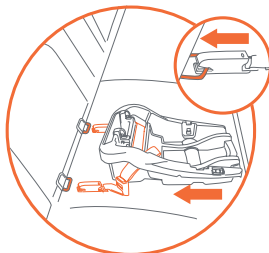

Fig. 51-2
4. Retire los conectores **LATCH** a presión de sus posiciones de almacenamiento dentro de la base (Fig. 51-1). Coloque la base apuntando hacia atrás en un asiento del vehículo que apunte hacia delante como se indica en (Fig. 51-2). **El niño debe estar orientado hacia la parte trasera del vehículo, y la Silla de Seguridad se debe colocar en un asiento del vehículo que esté orientado hacia delante.**
5. Localice los anclajes **LATCH** en el asiento del vehículo (Fig. 51-2). Una vez ubicados, encaje los conectores **LATCH** de la Silla de Seguridad en la varilla de acero. Escuche el clic y verifique que ambos conectores estén firmemente conectados a las varillas de anclaje tirando de los conectores hacia afuera. La ventana indicadora del conector **LATCH** se volverá verde cuando el conector **LATCH** esté conectado al anclaje **LATCH** (Fig. 52.1).